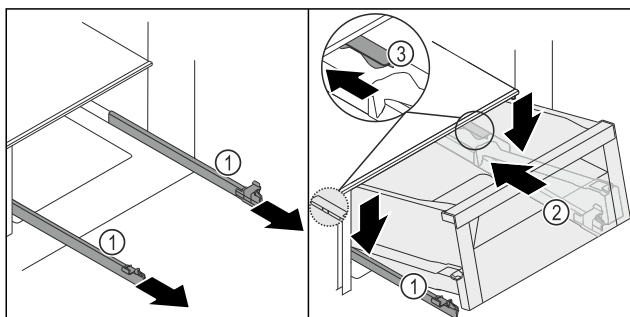
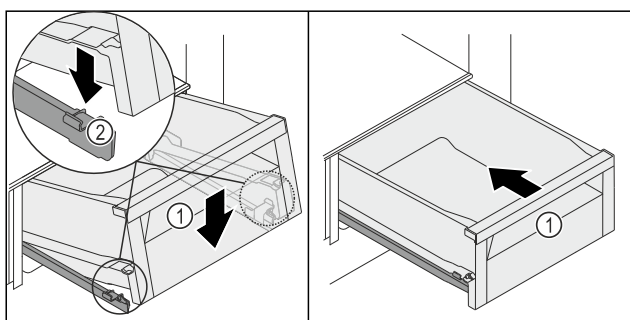

Fig. 200
Fig. 201
- ▶ Удерживая направляющие Fig. 200 (1), установите выдвижной ящик Fig. 200 (2) сверху за ограничителем хода Fig. 200 (3) на направляющие Fig. 200 (1).
- ▶ Установите выдвижной ящик Fig. 200 (2) на направляющие Fig. 200 (1) и задвиньте до конца назад.
- ▶ Опустите выдвижной ящик Fig. 200 (2) вперед, чтобы он установился слева и справа в зажим Fig. 201 (2).
- ▶ Выдвижной ящик Fig. 201 (1) зафиксируется со характерным щелчком.
- ▶ Вдвиньте выдвижной ящик Fig. 201 (1).